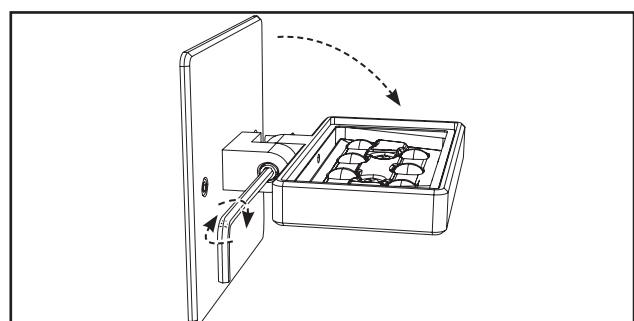

Figura 4.
- Usando una llave allen de 9/64", afloje el perno del codo, levante hacia afuera el cabezal de la luminaria y cambie la posición en que se envió (ascendente bloqueada) a una posición normal. Ajuste el perno del codo con una llave allen de 9/64". (Figura 4.)